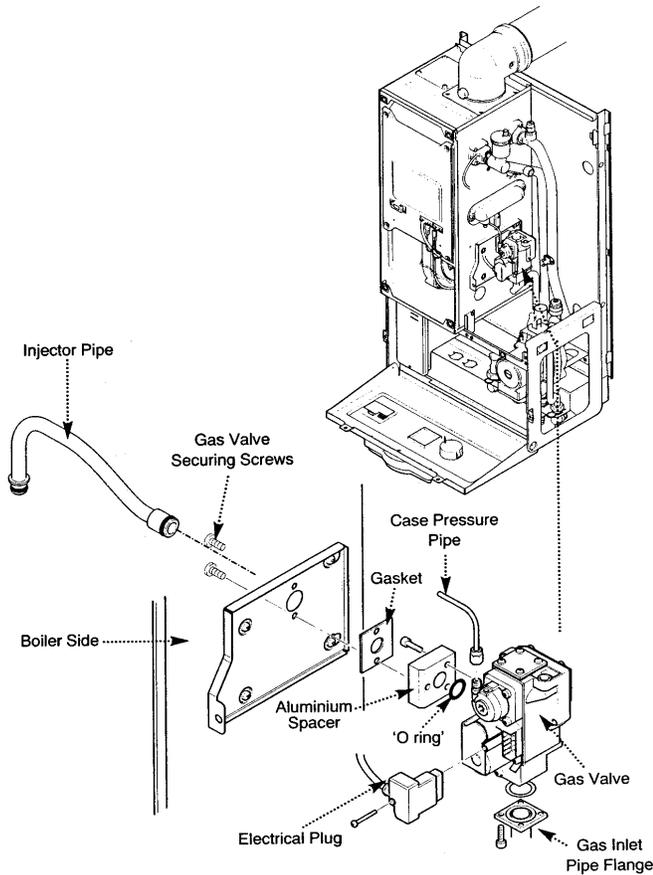

Fig. 66
**13.18 Injector Pipe (Fig. 66)**
**13.19 Gas Valve (Fig. 66)**